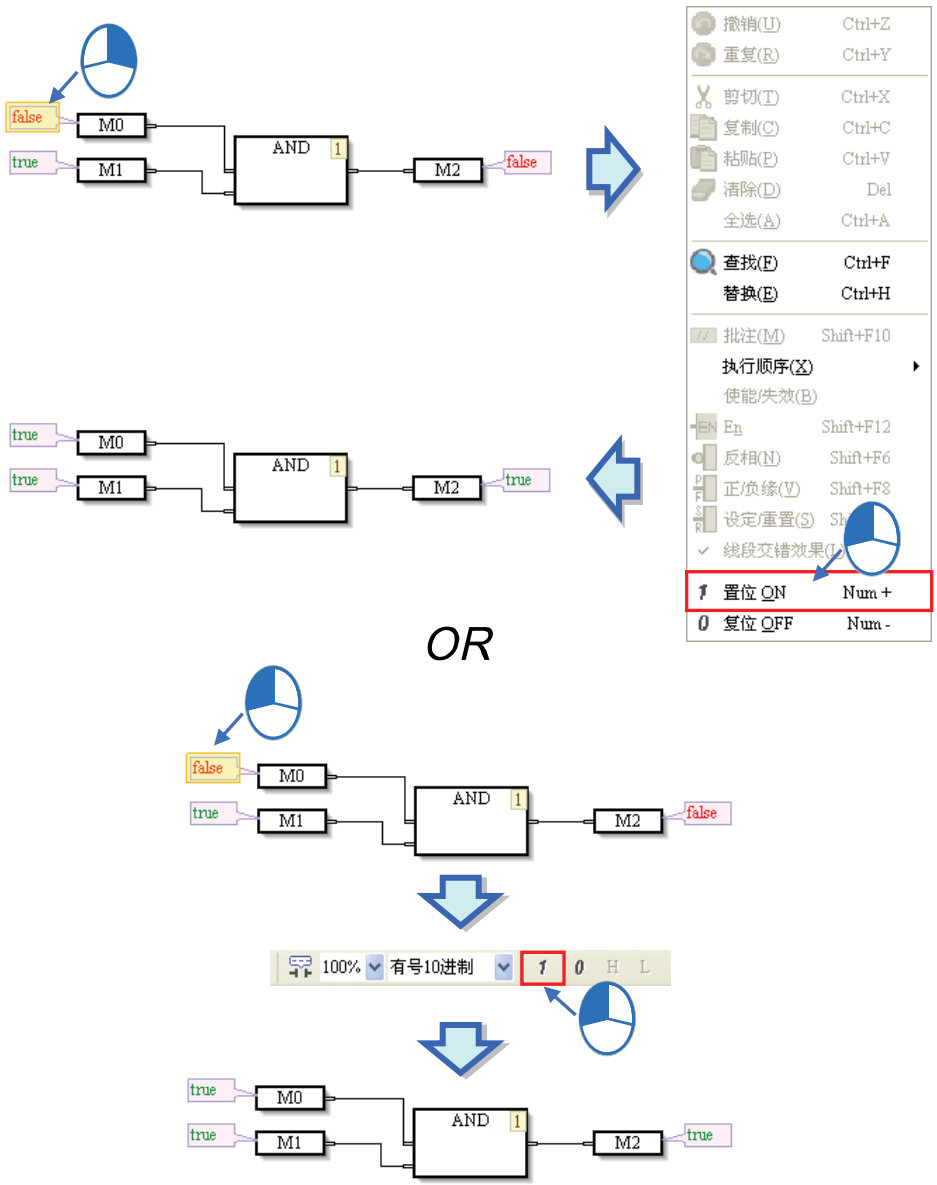

图 12-52 变更状态
(1) 需要对节点的状态进行在线操作时，选取监控状态后按下右键，之后在快捷选单中可以选择「置位 **ON**」或「复位 **OFF**」，或在图示工具栏中点选 **1** **0** 按钮。如图 12-52。